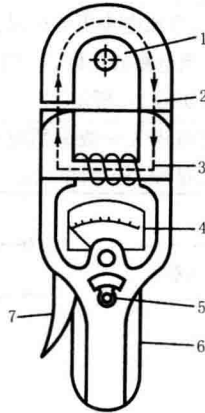

图 1-4 钳形电流表
(3)钳形表主要用于在不断开线路的情况下直接测量线路电流。它具有一个特殊的结构,即有一块可张开和闭合的活动铁芯,如图 1-4 所示。